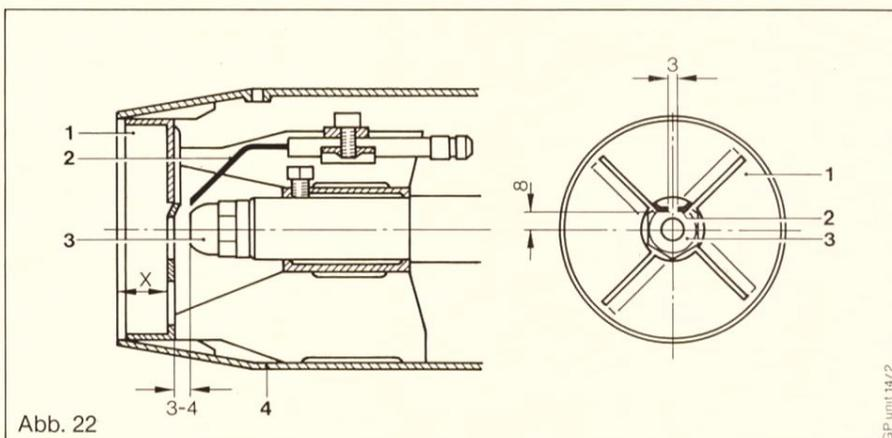

Abb. 22
- b) Lösen der Konterändelmutter (5) und drehen an der Einstellrändelschraube (4) nach rechts, ergibt weniger Pressung an der Stauscheibe (weniger CO₂), (Maß x wird größer. Siehe Abb. 22), nach links ergibt mehr Pressung an der Stauscheibe (mehr CO₂), (Maß x wird kleiner. Siehe Abb. 22).
Legende zu Abb. 22
Die Spitzen der Zündelectroden (2) dürfen nicht über die Vorderkante der Brennerdüse (3) hinausragen. Die in Abb. 22 angegebenen Abstände zur Brennerdüse (3), zur Stauscheibe (1) und zueinander sind genau einzuhalten.
Zur Beachtung: Mischeinrichtung mit Zündelectroden (2) beim Einbauen nicht verdrehen. Aus Gründen der Funktionssicherheit die in Abb. 22 dargestellte Stellung beibehalten!